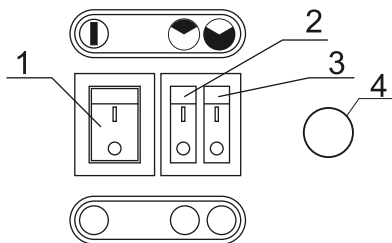
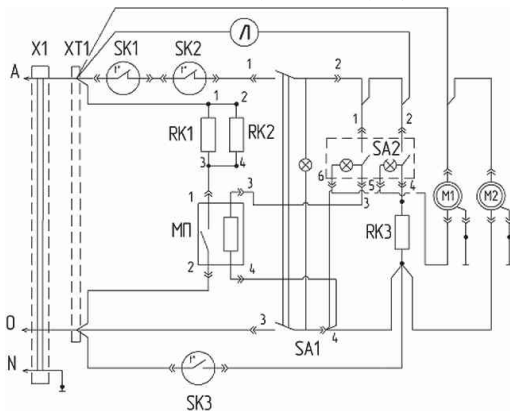

Рис. 1 Кнопки управления.
Рис.2 Схема электрическая принципиальная
Тепловая завеса состоит из корпуса, на котором установлены два вентилятора и три нагревательных элемента. Сверху завеса закрыта обтекаемым кожухом. Забор воздуха осуществляется через отверстия в кожухе, выход через жалюзи в корпусе. Справа от жалюзи на корпусе находятся клавиши управления тепловой завесой. Схема электрическая принципиальная приведена на рис.2. Положение клавиш управления на рис.1.
7.1.1. Для включения режима воздушной завесы необходимо включить клавишу сетевого выключателя (поз.1, рис.1) в положение , при этом включаются вентиляторы и загорается подсветка клавиши, создается режим «воздушный занавес».
7.2.1. Для подогрева воздуха в режиме 1 установить клавишу позиции 2 (рис 1) в положение , при этом загорится лампочка подсветки клавиши и включится один нагреватель мощностью 1,5 кВт. Для выбора режима 2 установить выключатель поз.3, при выключенном выключателе поз.2, (рис 1) в положение , при этом загорается подсветка клавиш и включаются два нагревателя мощностью 3,0 кВт. Для работы в режиме 3 установить клавиши 2 и 3 (рис.1) в положение “ ” и “ ” при этом горит подсветка всех клавиш и завеса работает с полной мощностью 4,5 кВт.